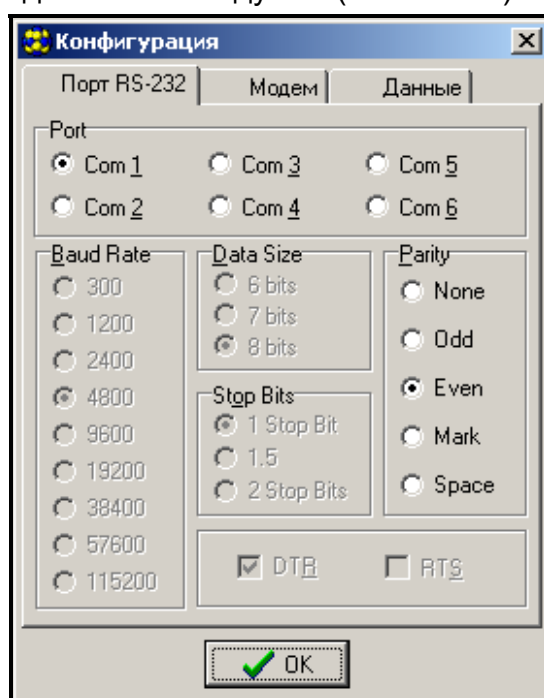

Рисунок 8.
2. Перейдите к опциям конфигурации связи с модулем – кликните по пиктограмме  (или войдите через меню **Соединение→Конфигурация**) и выберите порт, через который компьютер соединяется с модулем (см.: Рис. 8).